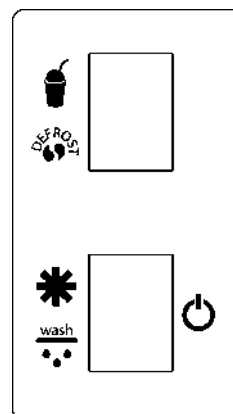

Fig. 8
- Come già anticipato, posizionando il tasto B sul simbolo della granita, la macchina lavorerà in modalità congelamento portando la granita alla consistenza impostata, posizionandolo invece sul simbolo del defrost, l'impianto frigorifero manterrà la temperatura secondo le impostazioni del termostato interno (fig.8).